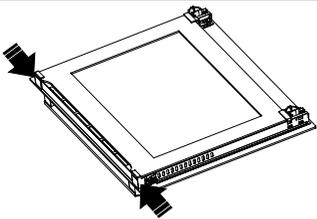
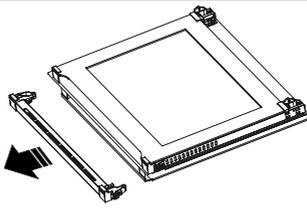
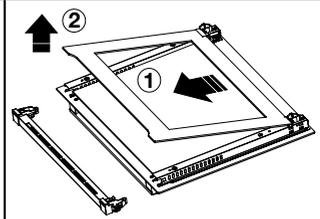

Abbildung 137
Abbildung 138
Abbildung 139
1. Drücken Sie auf die Kunststoffverschlüsse links und rechts, wie in Abbildung 137 gezeigt und heben Sie das Profil an, indem Sie es wie in Abbildung 138 gezeigt zu sich ziehen. Das Glas ist frei, nachdem das Profil wie in Abbildung 139 gezeigt, entfernt wurde. Ziehen Sie das frei gewordene Glas vorsichtig zu sich heran. Falls erforderlich, kann das mittlere Glas auf dieselbe Weise entfernt werden. Das äußere Glas ist am Ofentürprofil befestigt. Sie können die Gläser leicht reinigen, nachdem sie getrennt wurden. Sobald die Reinigung und Wartung abgeschlossen ist, können Sie die Gläser und das Profil austauschen, indem Sie den Entfernungsvorgang in umgekehrter Reihenfolge durchführen. Stellen Sie sicher, dass das Glas in der richtigen Richtung eingesetzt ist und das Profil richtig sitzt.